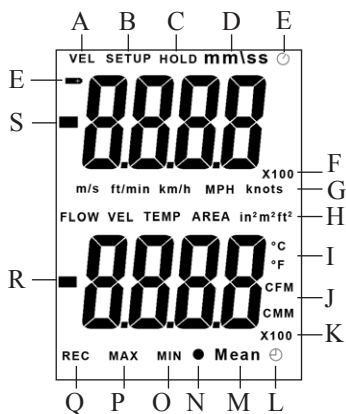

Рис. 2
- c. Нажатием кнопки **UNIT**  $\blacktriangledown$  выберите единицы измерения температуры: при каждом нажатии загорается либо индикатор  $^{\circ}\text{C}$ , либо индикатор  $^{\circ}\text{F}$  (поз. I на рис. 2).
- d. Многократным нажатием кнопки **UNIT**  $\blacktriangle$  выберите единицы измерения скорости воздушного потока. Цикл выбора следующий: **m/s**, **ft/min**, **km/h**, **MPH**, **knots** (на дисплее последовательно загораются соответствующие индикаторы – поз. G на рис. 2).
- g. Закройте датчик скорости воздушного потока колпачком 3 (см. рис. 2), чтобы изолировать его от исследуемой окружающей среды.